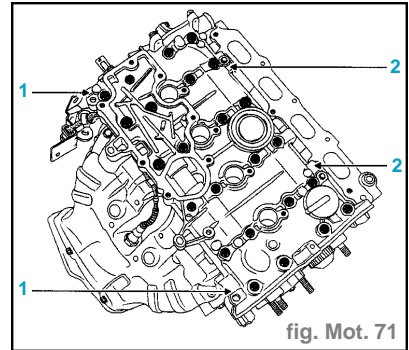

fig. Mot. 71
- la patte de levage (6),
- les vis du couvre-culasse puis le décoller verticalement en tapant sur les "oreilles" en (1) en utilisant un jet en bronze et faire levier à l'aide d'un tournevis en (2) (protéger le tournevis pour éviter d'abîmer les surfaces en aluminium) (fig.Mot. 71),